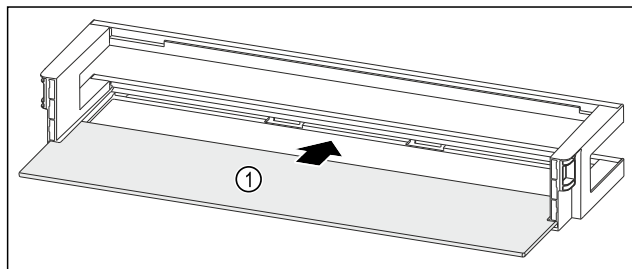

Fig. 66 Balconnet de contre-porte avec tablette de rangement
- Insérer la tablette de rangement Fig. 66 (1) dans les évidements latéraux.